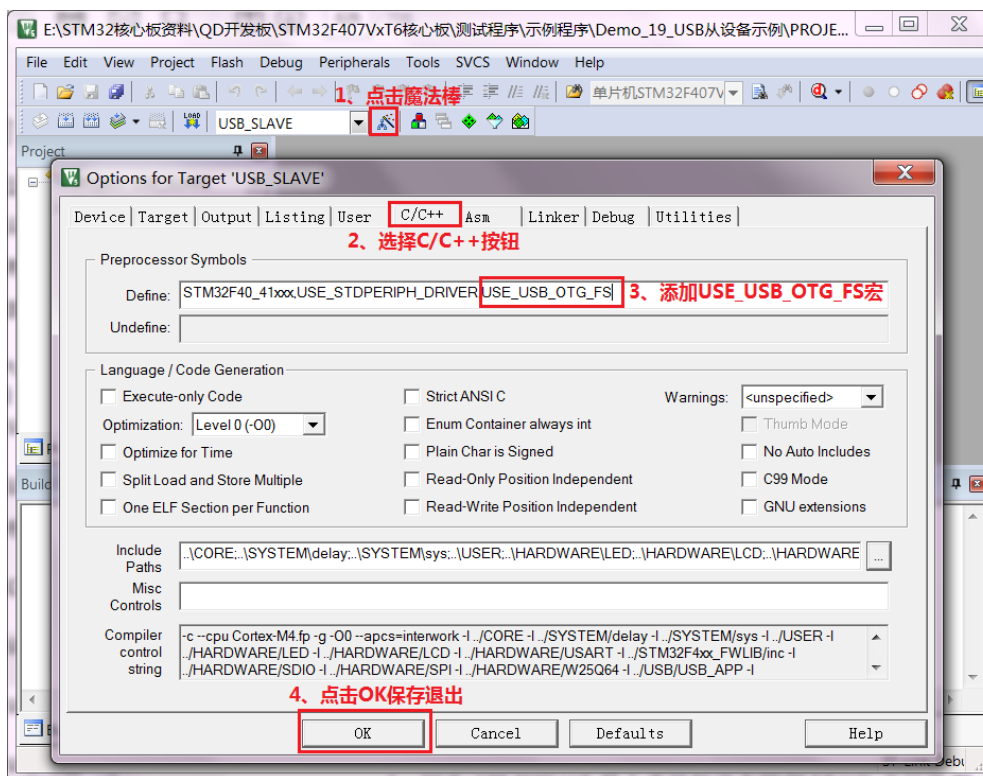

图 3.57 添加 USE_USB_OTG_FS 宏定义
- A、如果需要使用 USB_OTG_FS, 则需要添加 USE_USB_OTG_FS 宏定义, 否则编译出错, 按照图 3.57 所示步骤添加：